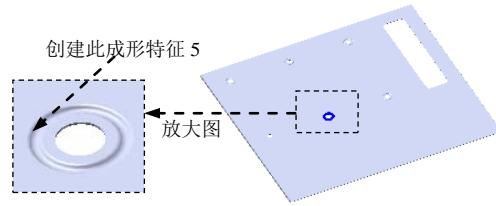

图 17.10.71 创建成形特征 5
Step17. 创建图 17.10.71 所示的成形特征 5，详细操作过程参见 Step12。